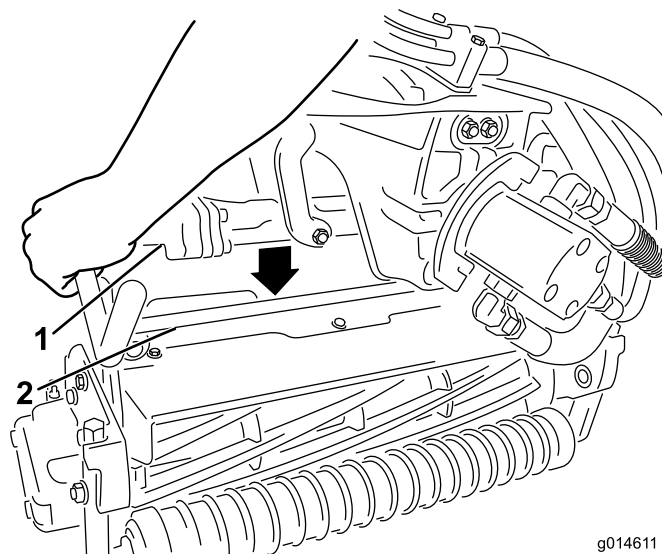
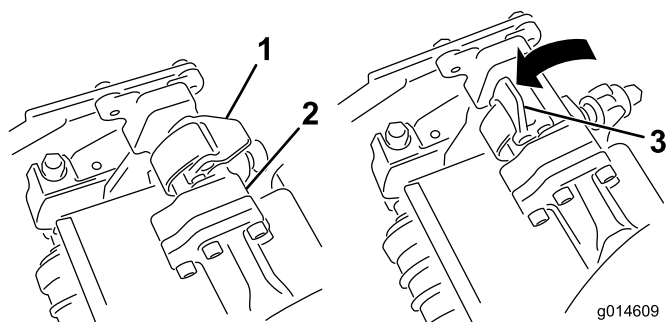

Figura 37
Figura 36
4. Con los enganches del brazo de suspensión orientados hacia arriba (es decir, abiertos) (Figura 36), empuje hacia abajo el brazo de suspensión de modo que la barra encaje en la barra situada en la parte superior de la unidad de corte (Figura 37).
5. Presione los enganches hacia abajo alrededor de la barra de la unidad de corte y bloquéelas (Figura 36).
5. Abra los enganches de la barra del brazo de suspensión de la unidad de corte que está retirando (Figura 36).